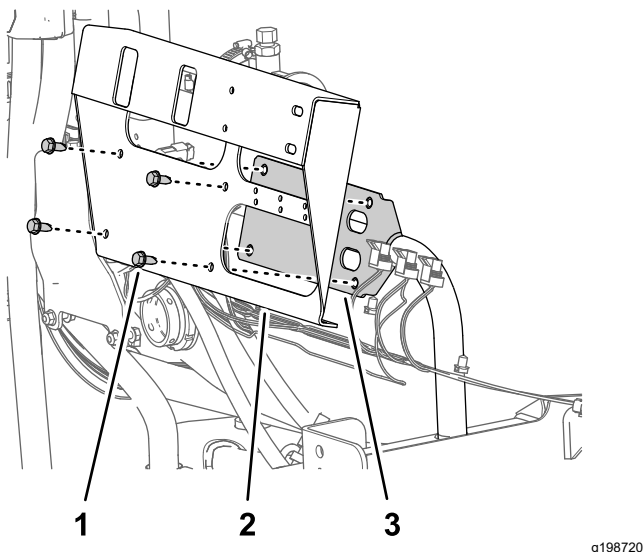

Figura 73
3. Retire los 4 tornillos con arandela prensada (5/16" x 3/4") que sujetan el panel de las válvulas de sección del soporte de las válvulas, y retire el panel de las válvulas de la máquina (Figura 73).